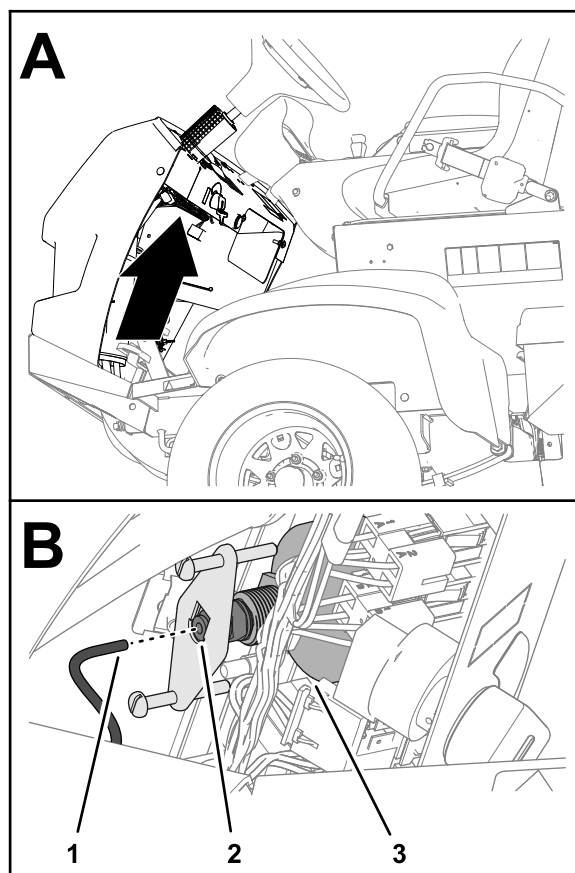

Figure 110
5. Détachez le tube au dos du manomètre et placez l'extrémité dans un bac (Figure 110).